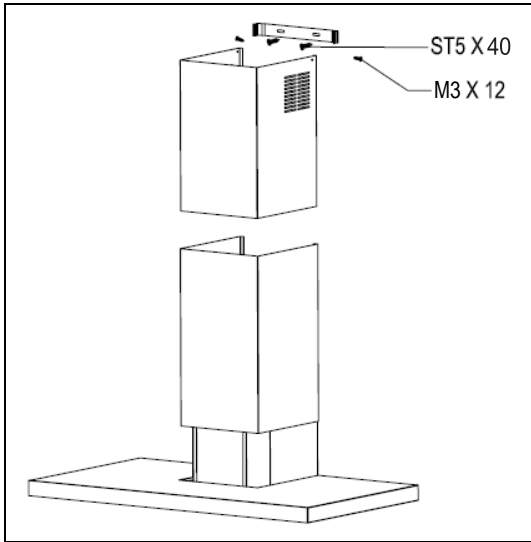

图. 8
- 请用配套的 2 个 M3 x 12 螺丝固定内管到两个安装架。(图. 8)。